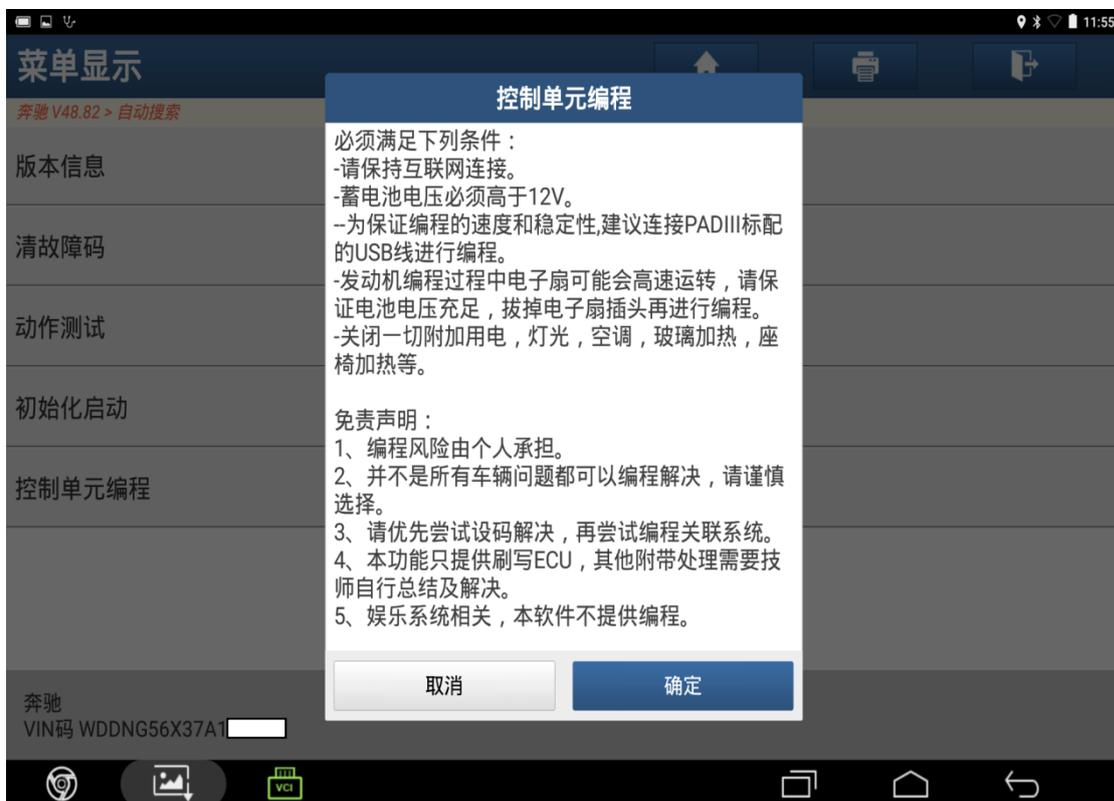

图 12
12). 阅读提示信息，确认满足条件后点击“确定”进行编程，如图 12；